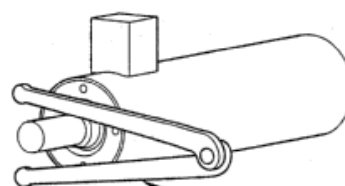

Abb.10
b) Bauen Sie den Deckel mit einem geeigneten verstellbaren Stirnlochschlüssel aus (siehe **Abb.10**) und fädeln Sie die Kolbenstange aus.